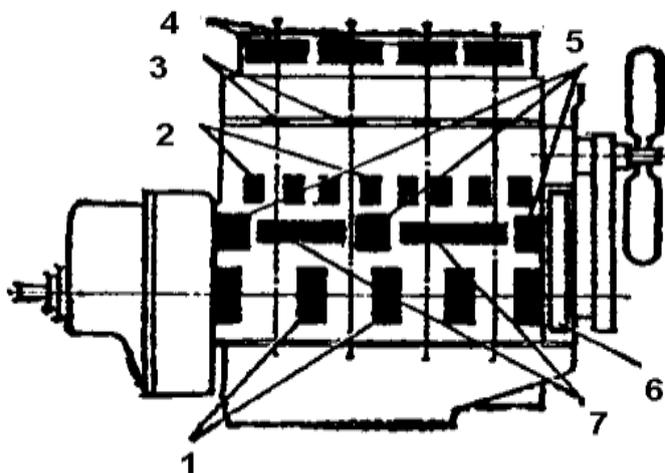

Рисунок 2.1 Места прослушивания стуков в сопряжениях двигателя:
**Внешние признаки увеличения зазоров:** понижение давления масла (при исправной смазочной системе), а также стуки, прослушиваемые на определенных режимах с помощью усилителя звуков – стетоскопа (рисунок 2.1).